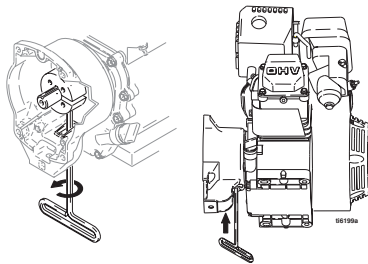

FIG. 9
3. FIG. 9. Coucher le moteur de manière à ce que le réservoir d'essence soit en bas et le filtre à air en haut.